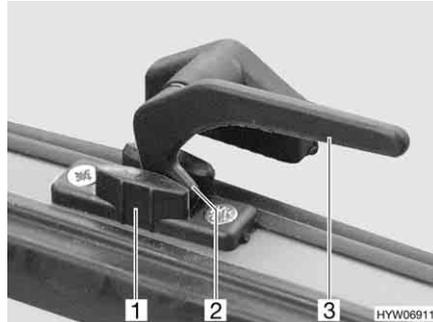

Bild 48 Verriegelungshebel in Stellung "Dauerbelüftung"
- in Stellung "Dauerbelüftung" (Bild 48)
- Den Verriegelungshebel (Bild 48,3) eine viertel Umdrehung zur Fenster- mitte hin drehen.
- Den Verriegelungshebel wieder zurückdrehen. Die Verriegelungsnase (Bild 48,2) dabei in die Aussparung der Fensterverriegelung (Bild 48,1) einfahren.